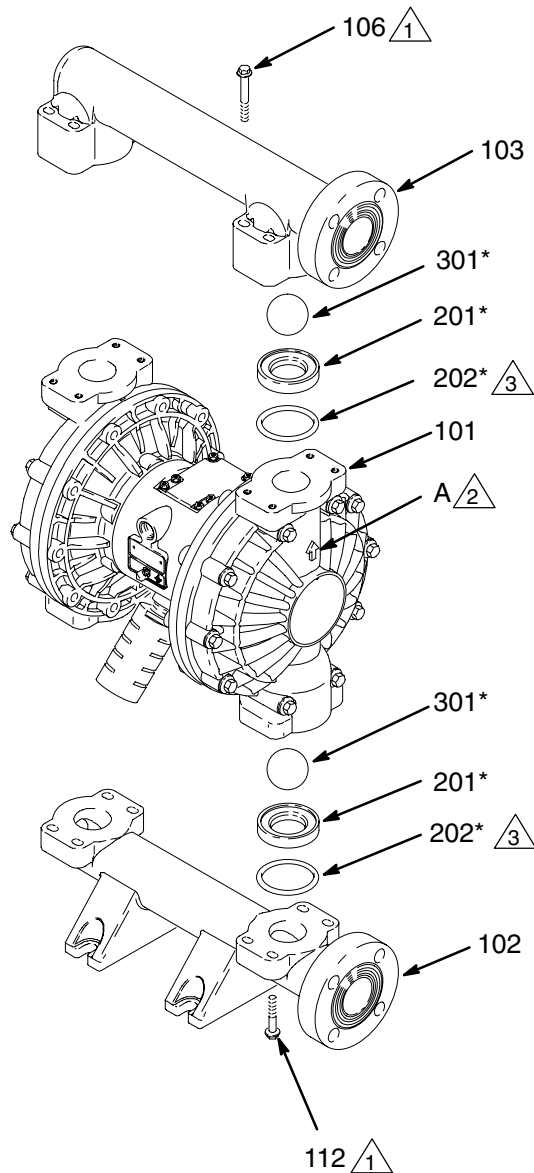

Abb. 11
3. Mit einem 10-mm-Steckschlüssel die acht Schrauben(106) lösen, mit denen der Auslassverteiler (103) an den Materialabdeckungen (101) befestigt ist. Siehe Abb. 11.
4. Die Sitze (201), Kugeln (301) und O-Ringe (202) aus dem Verteilerrohr ausbauen.
2. In umgekehrter Reihenfolge wieder zusammenbauen, dabei alle Hinweise in Abb. 11 beachten. Sicherstellen, dass die Kugelrückschlagventile **genauso** zusammengebaut werden, wie dargestellt. Die Pfeile (A) auf den Materialabdeckungen (101) **müssen** zum Auslass-Verteilerrohr (103) zeigen.
- 2 Pfeil (A) muss zum Auslassverteiler (103) zeigen.